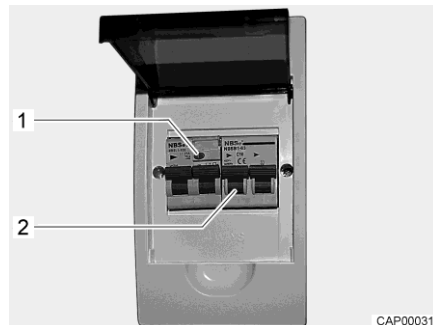

Bild 52 230 V-säkringslåda med ledningsskyddsbrytare och FI-brytare
En jordfelsbrytare (FI-brytare) i säkringslådan skyddar hela fordonet mot läckström (0,03 A). Den efterkopplade ledningsskyddsbrytaren (10 A) (Bild 52,2) säkrar 230 V-nätet.
- När fordonet är anslutet till 230 V-försörjningen: Tryck på kontrollknappen (Bild 52,1). Jordfelsbrytaren måste lösa ut.